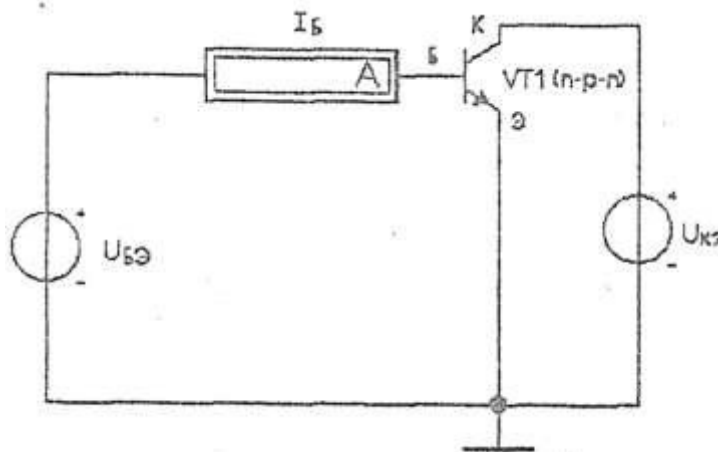

Рисунок 2.1. Схема для снятия входной характеристики биполярного транзистора при разных значениях  $U_{кэ}$
1. Снять входную характеристику  $I_b = f(U_{бэ})$  при разных значениях  $U_{кэ}$ , по схеме с общим эмиттером (рис.2.1).